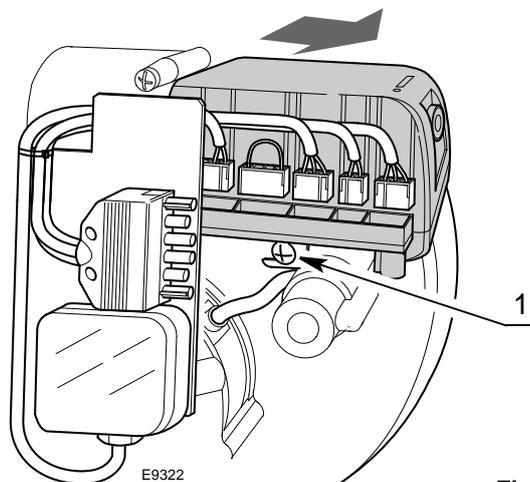

Fig. 14
- sconnettere tutti i connettori ad essa collegati, la spina a 6 poli, i cavi di alta tensione ed il filo di terra (TB);
- svitare la vite 1)(Fig. 14) e tirare l'apparecchiatura nel senso della freccia.
- avvitare la vite 1)(Fig. 14) con una coppia di serraggio da 1 ÷ 1,2 Nm;